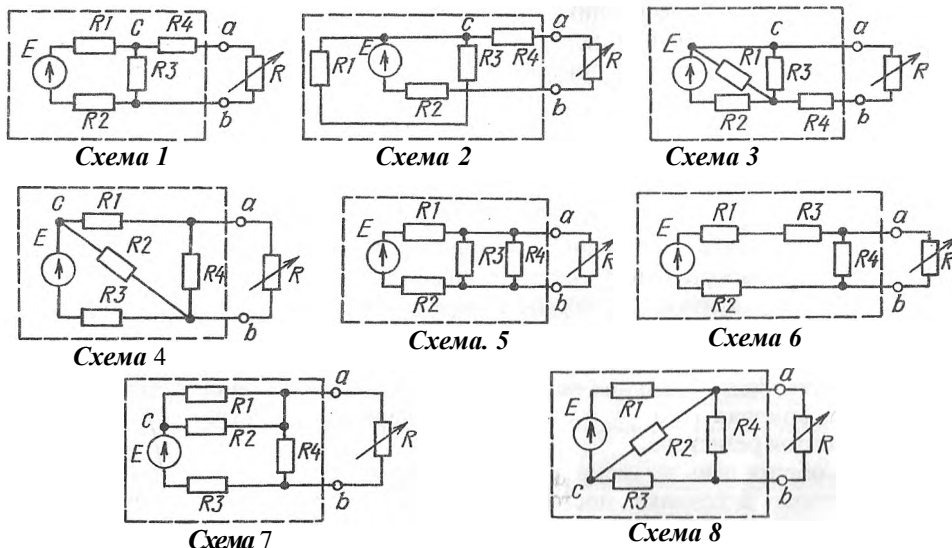

Рис. 2.1
2.2. Решить задачу. Используя метод эквивалентного АД, рассчитать параметры $E_{\text{эк}}$ и $R_{\text{эк}}$ его последовательной схемы замещения относительно точек “а” и “в” для одной из схем (рис. 2.1), соответствующей номеру Вашей бригады. Сопротивление всех резисторов $R = 100 \text{ Ом}$, ЭДС источника $E = (90 + 5M) \text{ В}$, где M - номер Вашей группы.